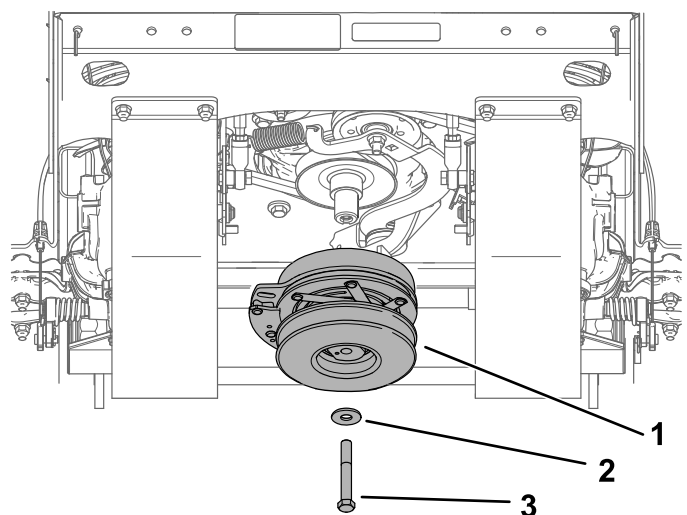

Figura 57
4. Retire la polea del embrague (Figura 57).
12. Instale la polea del embrague (Figura 57). Apriete el perno a 68–81 N·m (50–60 pies-libra).